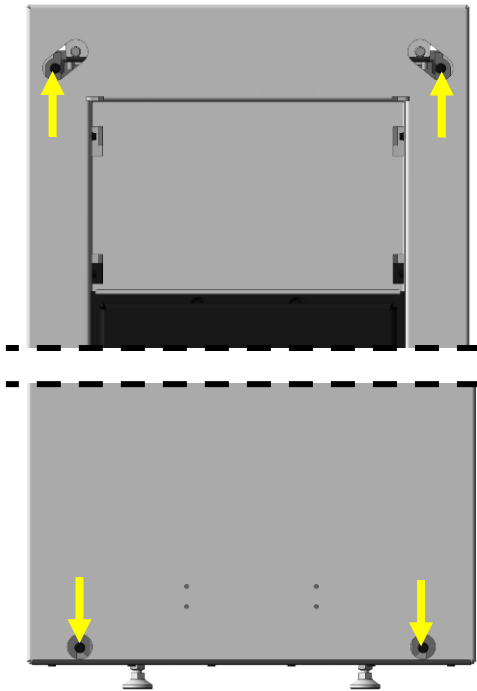

Fig. 20 : vis avant
2. Dévissez les quatre vis de fixation (Fig. 20).